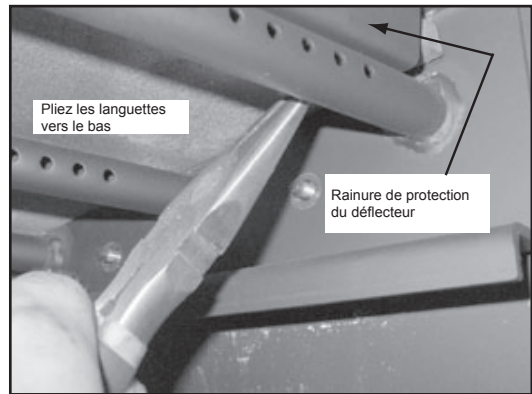

Figure 24.2
2. Retirez l'ensemble de protection du déflecteur en pliant l'arrière des déflecteurs à l'aide de pinces à nez effilé situées à la droite et à la gauche de la couverture de protection. Soulevez légèrement le couvercle et tirez vers l'avant et hors de la boîte à feu (**Figure 24.2**).